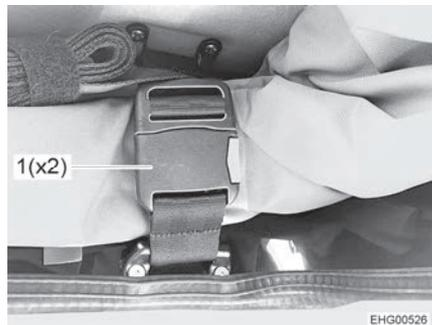

Fig. 45 Boucle de fermeture de sangle
- Ouvrir les deux boucles de fermeture de sangle (Fig. 45,1).